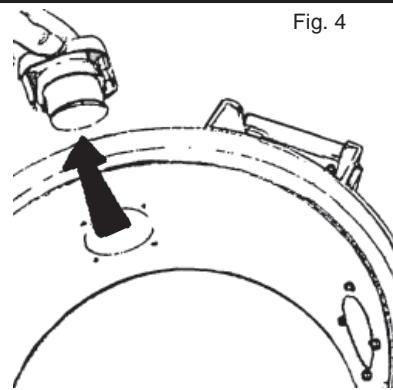

Fig. 4
2. Extraer el receptáculo del aparato, ver Fig. 4.